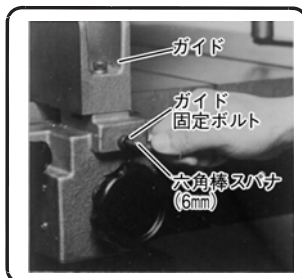

図 36
(1) 角度挽きを行なう場合、木材がガイドに接触するときはガイドをはずします。ガイドはガイド固定ボルトを付属の六角棒スパナ (6mm) でゆるめてははずします。(図36,37)